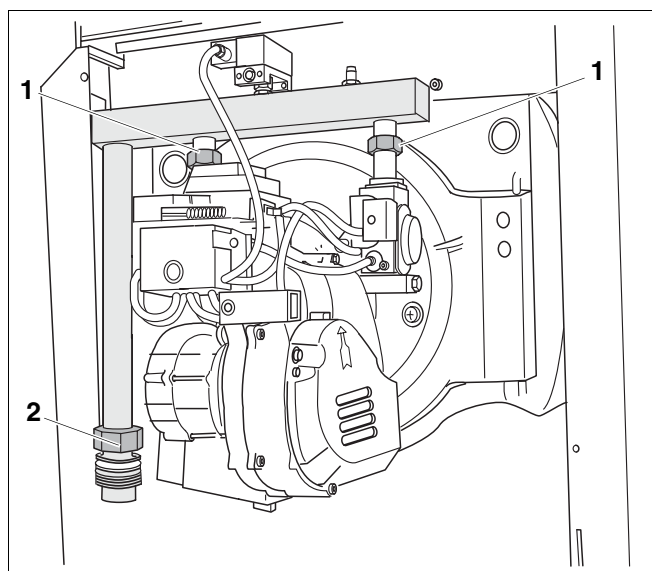

Fig. 9 Transformation des gonds de la porte et du tuyau de raccordement du gaz
- Desserrez les écrous-raccords (fig. 9, **pos. 1**) à l'aide d'une clé surplat 39.
- Pivotez le tuyau de raccordement du gaz de 180 ° et positionnez-le pour un raccordement à gauche (fig. 9, **pos. 2**).
- Serrez les écrous-raccords (fig. 9, **pos. 1**) à un couple de 50 à 80 Nm.